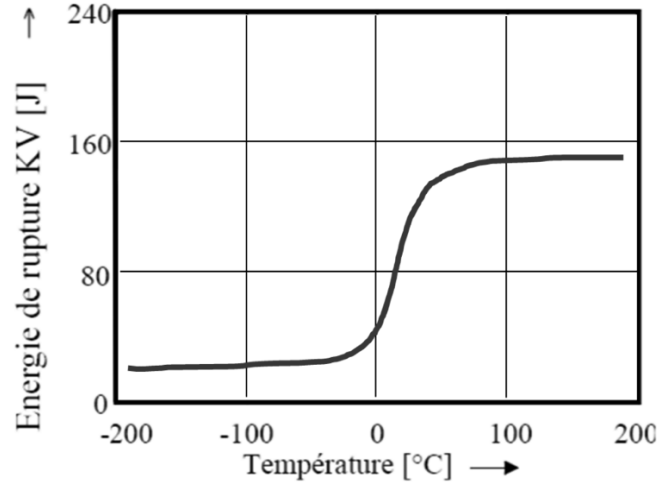

Fig. 2 : Courbe de l'énergie de rupture en fonction de la température pour le matériau C15Pb obtenue avec des éprouvettes ISO-V.
TP 3 - En TP, vous avez mesuré la résilience d'un acier de cémentation pour décolletage C15Pb dont la composition est Fe - 0.15%C, 0.15-0.3%Pb et vous avez obtenu la courbe tracée sur la Fig. 2 ci-dessous.
a) - Dessinez sur ce même graphe (Fig. 2), la courbe que vous vous attendez à obtenir après le même essai si vous ajoutez 3.5% de Ni à cet acier et justifiez votre réponse. Nommez et marquez cette courbe a).
b) - Dessinez sur ce même graphe (Fig. 2), la courbe que vous vous attendez à obtenir si vous avez un acier de la composition suivante : <0.07%C, 18%Cr, 10%Ni qui est non magnétique et justifiez votre réponse. Nommez et marquez cette courbe b).